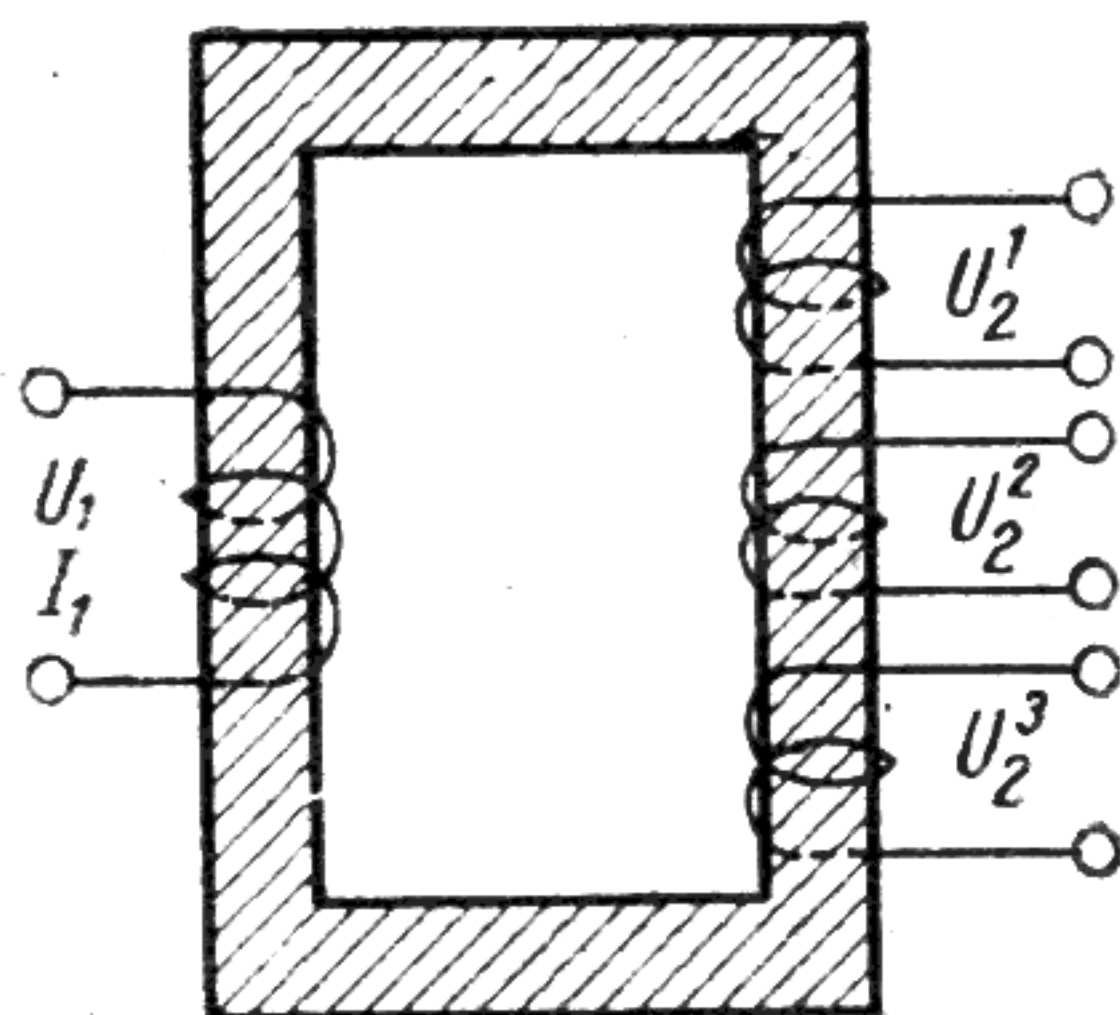

Fig. 88
b) Dacă secundarul conține mai multe înfășurări separate care trebuie să funcționeze simultan, debitând tensiunile $U_2^1, U_2^2, \dots, U_2^n$ și curentii maximi $I_2^1, I_2^2, \dots, I_2^n$ (fig. 88), puterea totală în secundar se calculează însumând puterile parțiale ale înfășurărilor: